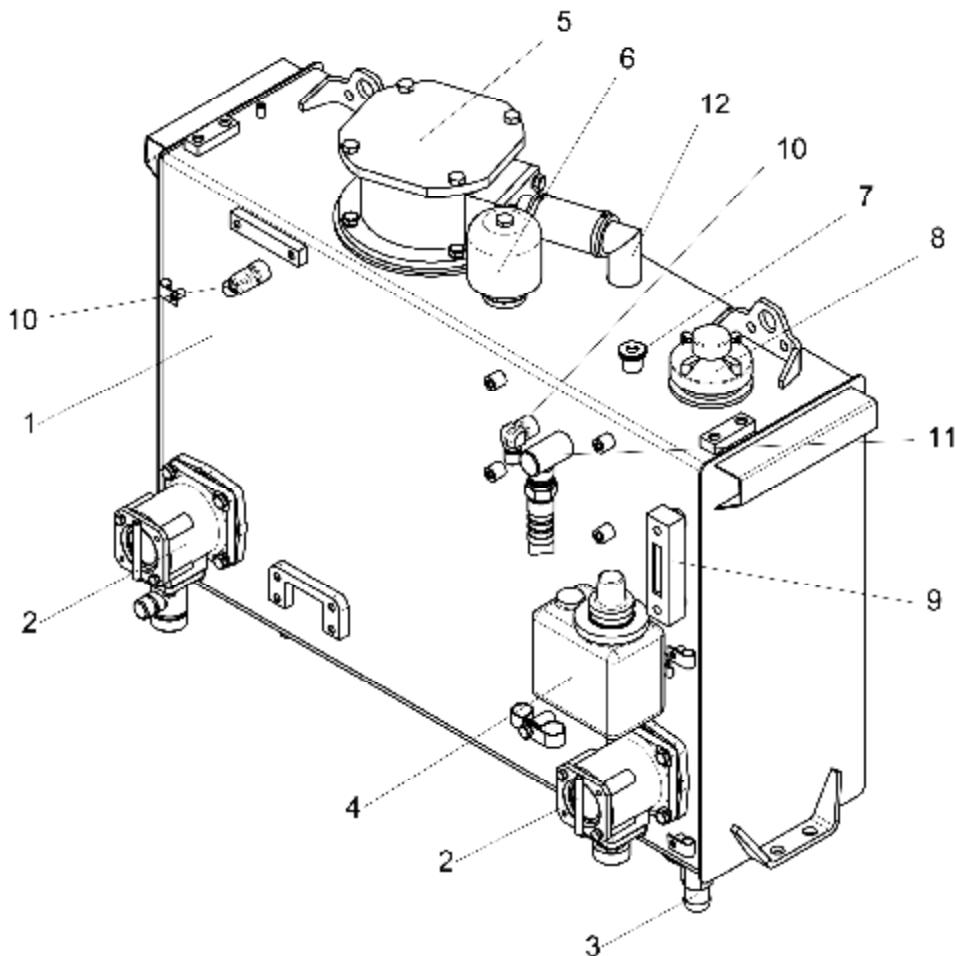
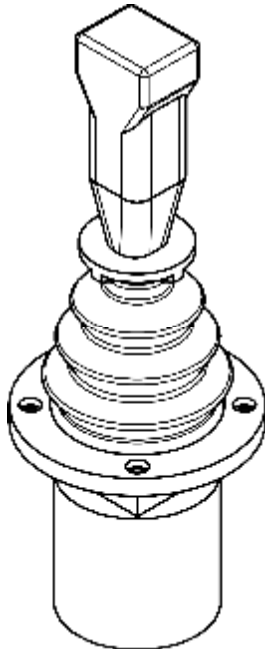

Рис. 7.2 – Бак масляный
Рис. 7.3 – Блок управления
Корпус масляного бака представляет собой сварную листовую коробчатую конструкцию (Рис. 7.2), монтируется заодно с топливным баком сзади кабины.
**Блок гидравлического управления** (Рис. 7.3) представляет собой гидроусилитель, предназначенный для дистанционного управления перемещением золотников гидрораспределителя, пропорциональным перемещению рукоятки блока. Блок гидравлического управления конструктивно включен в состав рабочего места оператора. Блок гидравлического управления выполнен в виде регулятора давления, работающего по принципу регулируемого редукционного клапана с давлением на выходе, определяемым положением рукоятки блока.
Насосом рабочая жидкость нагнетается в тормозную педаль 6 (Рис. 7.2) через предохранительный клапан 5 (Рис. 7.3). Предохранительный клапан настроен на давление  $16^{+0.5}$  МПа и запломбирован.